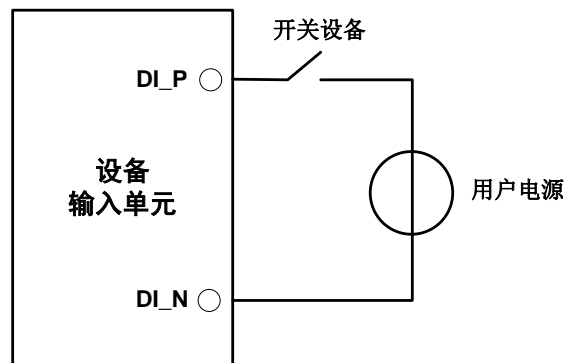

图 3.3 DI 网络连接示意图
- 1) 定时记录模式用于定时采集外部设备的开关状态，如阀门的闭合与开启、电动机的启动与停止、触点的接通与断开等，连接示意图如图 3.3 所示。